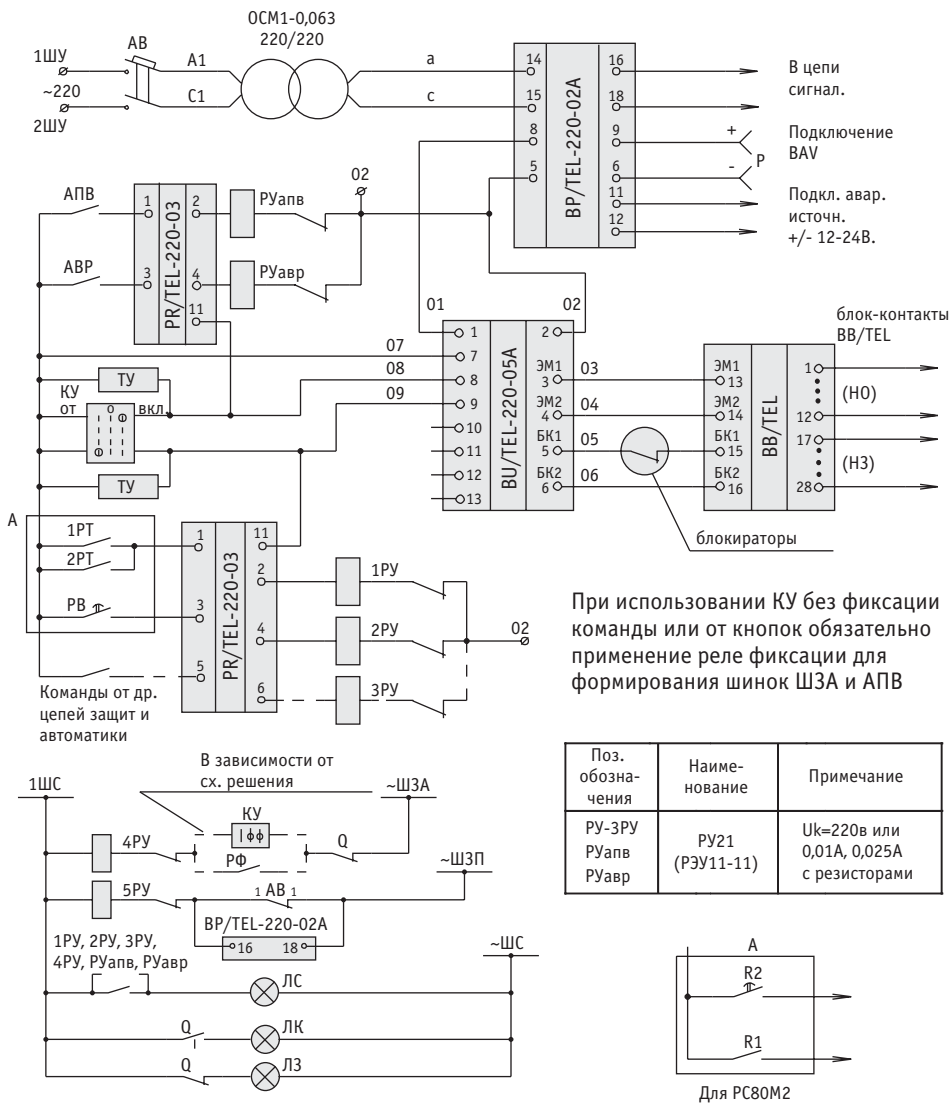

Рис. 10
- для формирования командных цепей и цепей сигнализации (рис. 10)
В разделе 3 в основном рассмотрены варианты работы ВU/TEL и ВВ/TEL с классическими электромеханическими, электромагнитными, индукционными реле. Производителем этих реле в основном был ЧАЭЗ г. Чебоксары. В настоящее время освоено выпуск на предприятиях Украины электронных аналогов этих типов реле. Наиболее широкое применение получили электронные аналоги токовых реле серии РТ-80. Это реле РС80М2(М3). Подключение реле типа РС80М2(М3) показано на рис.10 раздела 3. Считаем целесообразным применение данного типа реле при модернизации КРУ на переменном оперативном токе. За последние годы в энергетике Украины значительно возросло применение микропроцессорных блоков защит и управления, которые имеют более широкий диапазон защит, возможность измерения параметров сети, диагностику сети с выдачей информации, возможность управления объектом по компьютерной сети. Основными производителями данных устройств являются: